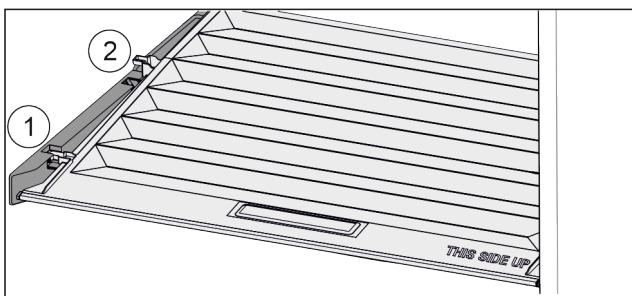

Fig. 42
- Потянуть крышку до отверстия в поддерживающих деталях вперед Fig. 42 (1).
- Поднять сзади снизу и извлечь Fig. 42 (2) движением верх.